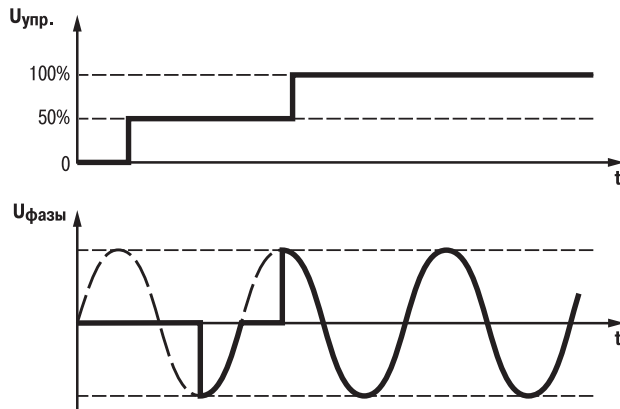

Рисунок 3.8
3.3.1 При методе фазового управления осуществляется регулирование длительности открытого состояния тиристора в зависимости от уровня управляющего сигнала (рисунок 3.8). Регулирование осуществляется по линейному закону. Число градаций регулирования равно 256 на один полупериод.